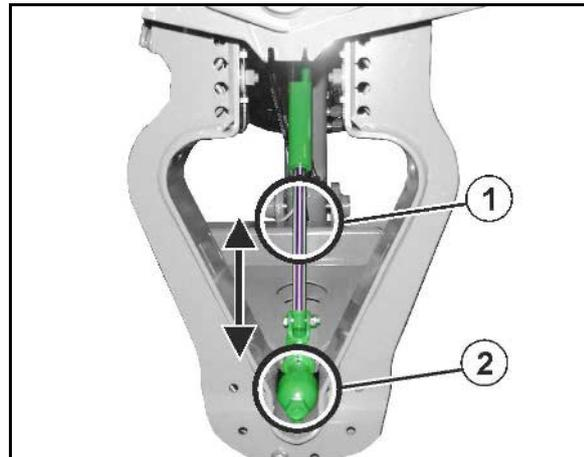

Fig. 95
Schwingungsausgleich (Fig. 95/1) entriegeln:
- Der Schwingungsausgleich (Fig. 95/1) entriegelt und das ausgeklappte Spritz-Gestänge kann gegenüber dem Gestänge-Träger frei pendeln. Die Schutzeinrichtung vom Schwingungsausgleich ist hier zur besseren Demonstration entfernt.
Schwingungsausgleich (Fig. 95/2) verriegeln:
- Verriegelt ist der Schwingungsausgleich (Fig. 95/2), wenn im Display vom Bedien-Terminal das geschlossene Schloss-Symbol erscheint.